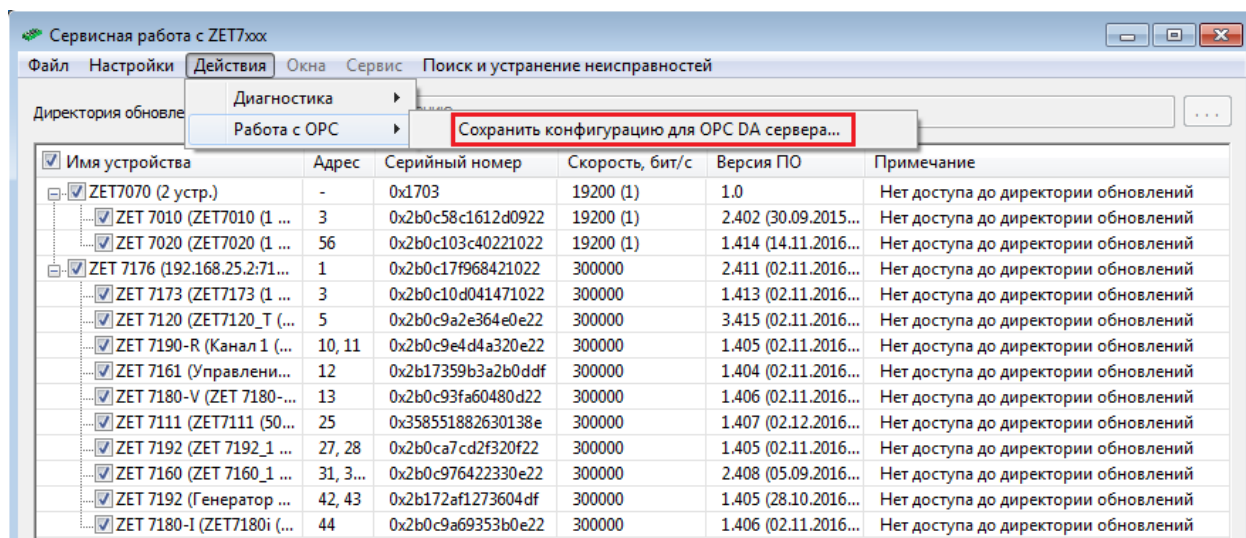

Рис.8.2 Опция «Сохранить конфигурацию для OPC DA сервера...»
2. На панели управления в меню «Действия» – «Работа с OPC» необходимо активировать опцию «Сохранить конфигурацию для OPC DA сервера...» (Рис.8.2).